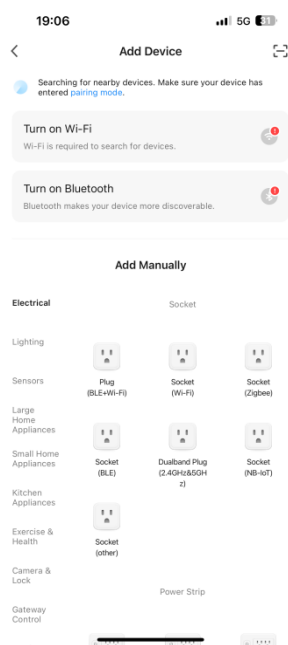

Abb.2
3.2. Erlauben Sie der App in diesem Modus den Zugriff auf WLAN und Bluetooth, um nach Geräten zu suchen. WLAN-Geräte können nur gefunden werden, wenn WLAN aktiviert ist. Bluetooth-Geräte in der Nähe können nur gefunden werden, wenn der Bluetooth-Zugriff erlaubt ist. (Abb. 2)